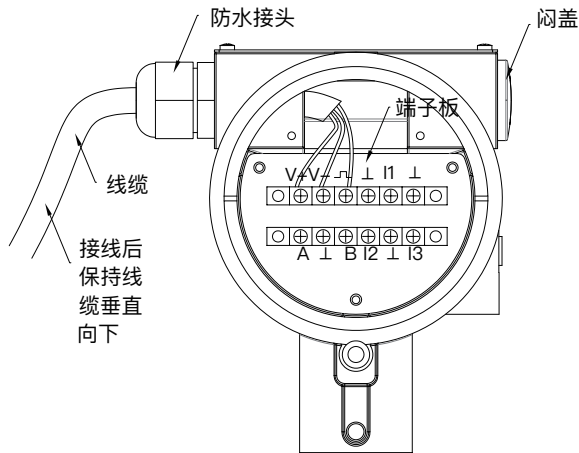

图3.3 表头接线示意图
- 4) 在应用现场的允许条件下，建议按照图3.3进行接线，以防止水通过线缆进入仪表。